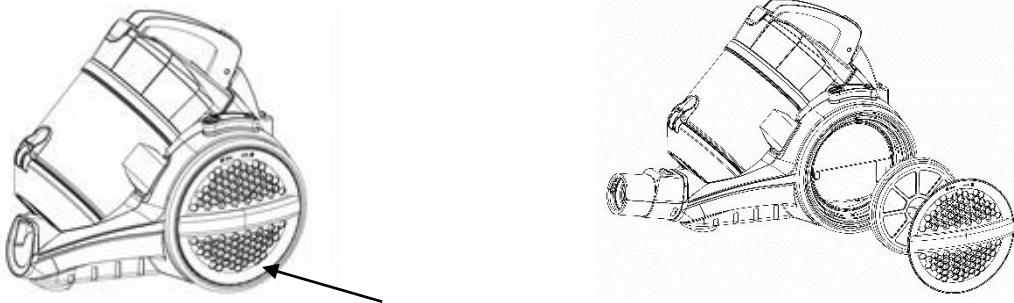

Рис. 10
2. Поверніть кришку колеса (рис. 10) проти годинникової стрілки до характерного звуку клацання, зніміть кришку та вийміть фільтр.
5. Встановіть на місце повітровипускний фільтр (або замініть його на новий) і закройте кришку колеса, вставивши її на місце символом розімкненого замка вверх, поверніть її за годинниковою стрілкою до характерного звуку клацання (Рис.10).